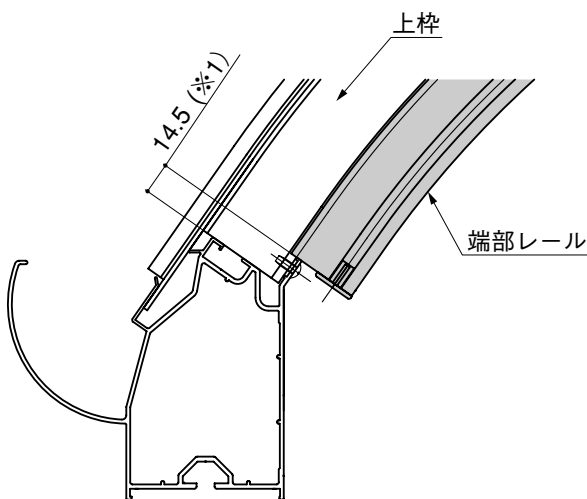

図3-7 Rタイプの上枠と端部レールの位置
- ④ 図3-7のように、上枠と端部レールの位置を14.5mm(*1)に合せてください。
- ⑤ 端部レール取付穴の穴位置に合わせて、上枠にφ3.5の穴をあけてください。
- ⑥ 上枠に端部レールを②-③で固定してください。